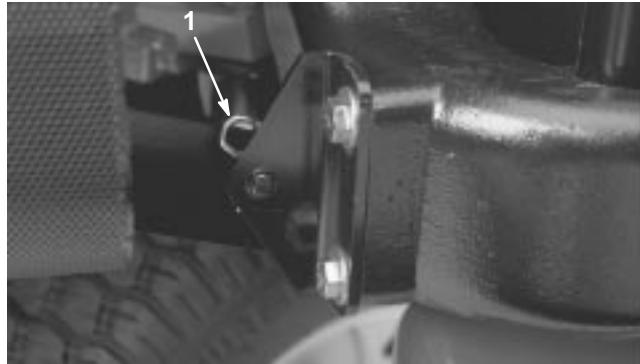

Figure 35
Lubrifiez les roulements et les bagues suivants du groupe de déplacement : pivot de plateau de coupe arrière (Fig. 27), pivot de plateau de coupe avant (Fig. 28), extrémités du vérin de SideWinder (2) (Modèle No. 03201 seulement) (Fig. 29), pivot de direction (Fig. 30), pivot de bras de levage arrière et vérin de levage (2) (Fig. 31), pivot de bras de levage avant gauche et vérin de levage (2) (Fig. 32), pivot de bras de levage avant droit et vérin de levage (2) (Fig. 33), mécanisme de réglage du point mort (Fig. 34), sélecteur de tonte/transport (Fig. 35), pivot de tension de courroie (Fig. 36), et vérin de direction (Fig. 37).